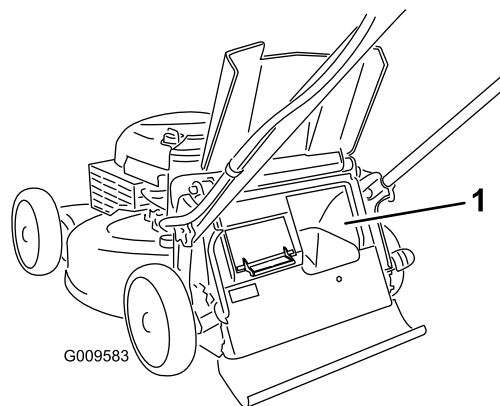

**Bild 17**
- Zum Sammeln des Schnittguts und Laubs drücken Sie die Taste am Hebel für den zuschaltbaren Fangkorb und bewegen den Hebel nach vorne, bis die Taste am Hebel herauspringt (Bild 17).